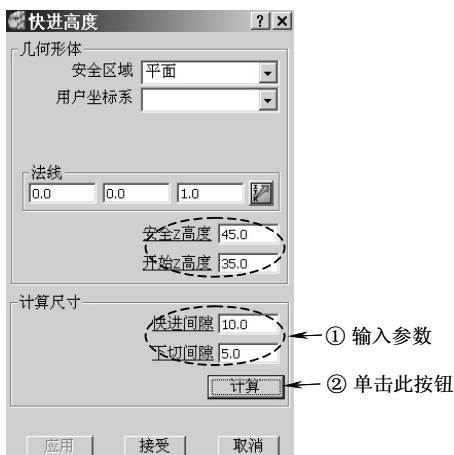

图 5-44 设置快进高度参数
3) 设置快进高度: 在 PowerMILL 综合工具栏中单击快进高度按钮, 打开“快进高度”表格, 按图 5-44 所示设置快进高度参数, 完成后单击“接受”按钮退出。